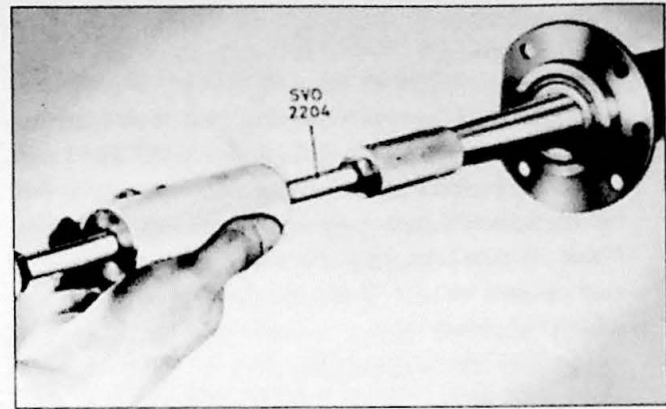

Fig. 9.9. Demontage van de aandrijfas
2. Trek de aandrijfas eruit (Fig. 9.9); gebruik hiervoor trekker SVO 2204.
2. Trek de aandrijfas uit (Fig. 9.9). Gebruik werktuig SVO 2204. Controleer en vervang indien nodig de keerring.